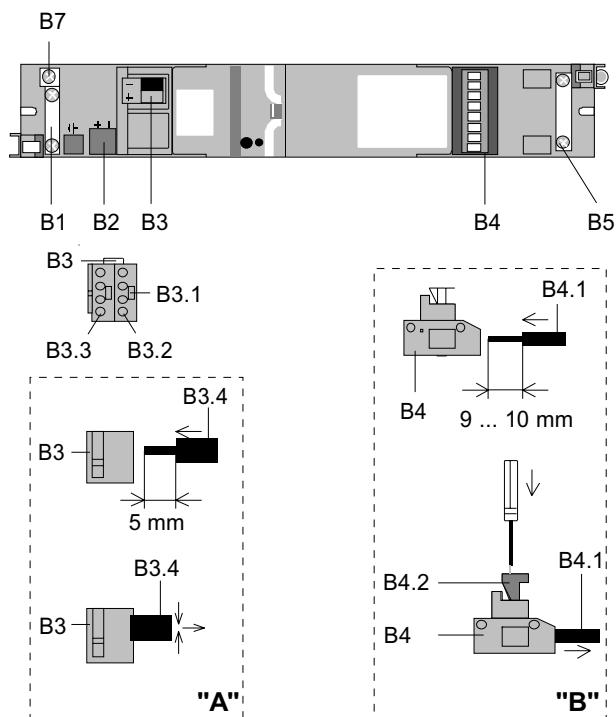

Bild 3: Anschlüsse
Busklemme abziehen (Bild 3)
Busklemme aufstecken (Bild 3)
Anschließen der Busleitung (Bild 3 "A")
- Der Leitungsmantel der Busleitung ist mit der Leitungsfixierung (B1) am Gehäuse des Einbaugerätes zu befestigen. Wird eine Leitung mit Abschirmung verwendet, kann diese an der Klemme (B7) festgeschraubt werden (Bild 3).
Die Aussparung (B2) dient zur Aufnahme eines Überspannungsschutzes. Die Anschlüsse werden parallel zu der Buslinie in die Busklemme eingesteckt (Bild 3).
Abklemmen der Busleitung (Bild 3 "A")
Eingangsstromkreise anschließen (Bild 3 "B")
- Der Leitungsmantel ist mit der Leitungsfixierung (B8) am Gehäuse des Einbaugerätes zu befestigen (Bild 3).
Werden Signalleitungen mit Abschirmung verwendet, können diese an der Klemme (B5) festgeschraubt werden (Bild 3)
- Eingangsstromkreise abklemmen (Bild 3 "B")**